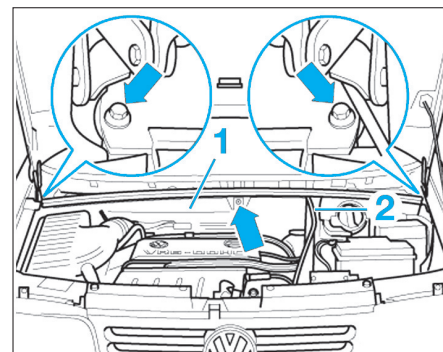

Fig. 4
- Déposer le revêtement (1) du guidage d'air (Fig.4).
- Déposer le revêtement (2) de la batterie.